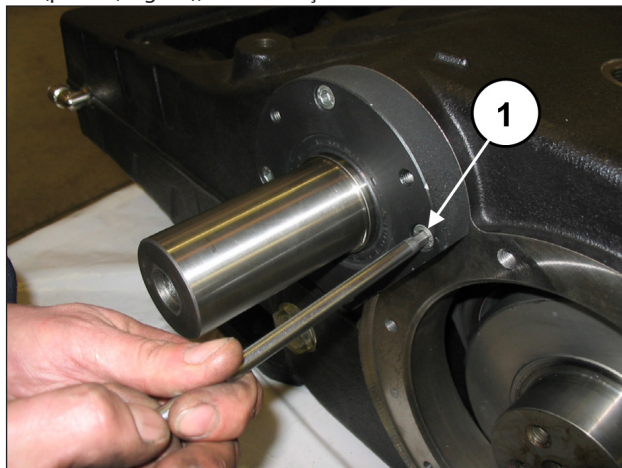
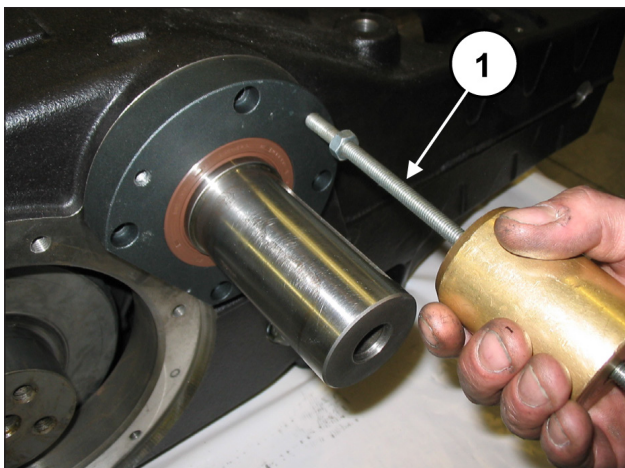

Fig. 26
Fig. 27
Solte os parafusos de cobertura do rolamento PTO direito e esquerdo (pos. ①, Fig. 26), e solte as duas coberturas do eixo PTO. Para agilizar a desmontagem, use três grãos ou parafusos M8 (pos. ①, Fig. 27), com a função de extratores.